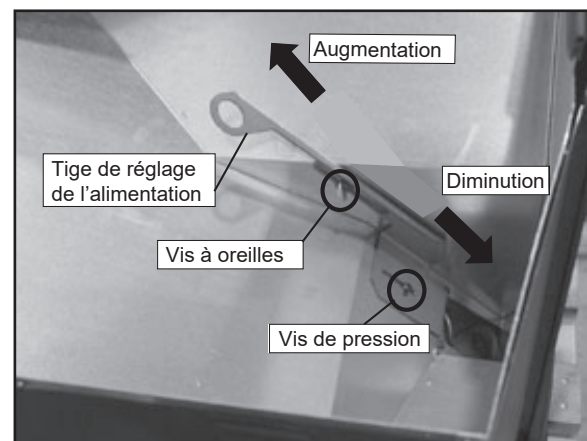

Figure 11.2
1. Desserrer la vis de pression avec un tour de 1/4 à 1/2 lors de l'installation de l'appareil. Ceci permettra le mouvement de la tige de réglage d'alimentation. Ne resserrez pas la vis de pression. **Figure 11.2**